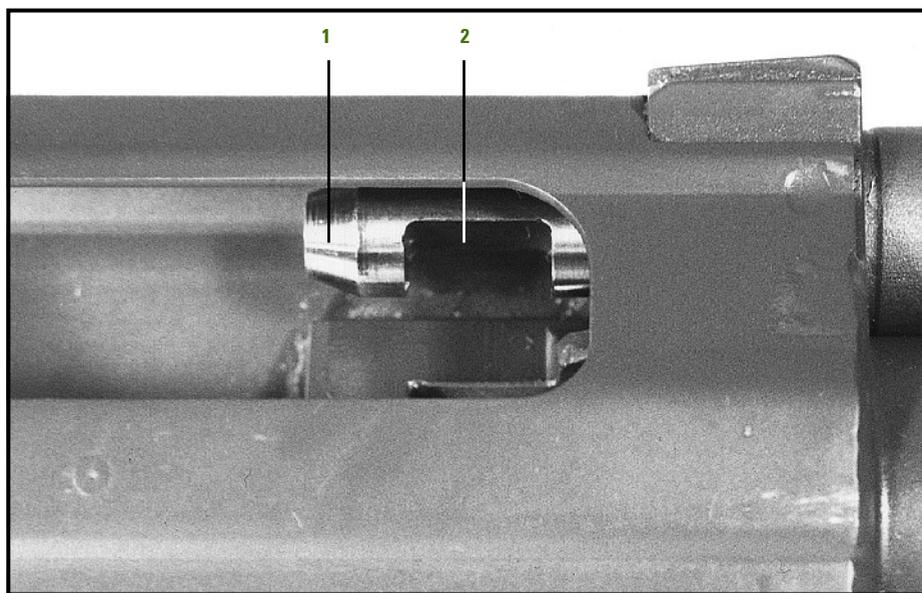

Figure 25: Montage du piston : position de l'encoche d'arrêt
- pour remonter le piston, la fureur de la tête du piston doit être orientée vers le canon de telle sorte que l'encoche d'arrêt se mette dans la bonne position (Figure 25);